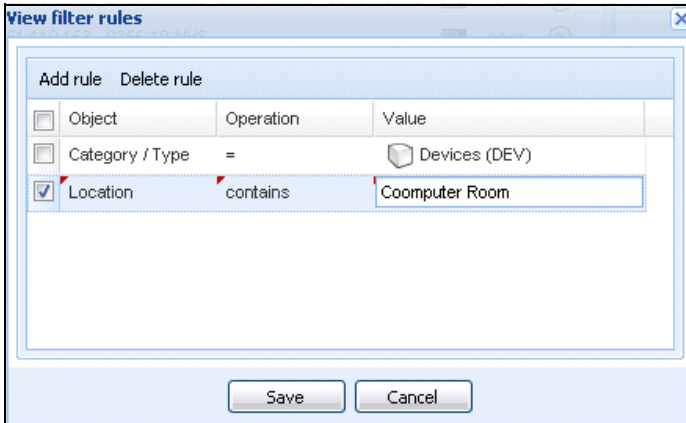

Abbildung 45. Dialogfeld „View Filter Rules“ (Filterregeln anzeigen)
- 3 Klicken Sie auf **Edit a Filter View** (Filteransicht bearbeiten). Das Dialogfeld „View Filter Rules“ (Filterregeln anzeigen) wird angezeigt (siehe Abbildung 45).
HINWEIS: Mit den in Abbildung 45 gezeigten Einstellungen ermöglicht diese gefilterte Ansicht die Anzeige der Geräte, deren Feld „Location“ (Standort) den Wert „Computer Room“ (Computerraum) enthält.